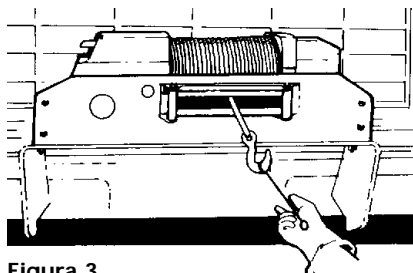

Figura 3
8. MANTÉNGASE ALEJADO DEL CABLE DE ALAMBRE Y DEL GANCHO CUANDO ESTÉ OPERANDO EL CABRESTANTE. NUNCA atraviese el gancho con los dedos cuando enrolle o desenrolle los últimos centímetros de línea. Si sus dedos quedan atrapados en el gancho, podría perderlos. Use la BARRA PROTECTORA PARA MANOS (Figura 3) para guiar el gancho los últimos centímetros. Nunca guíe el cable de alambre con las manos hacia adentro o hacia afuera del tambor.
27. El cable de alambre de su cabrestante Husky 10 tiene una «tira de seguridad» roja de unos 3 metros (10') en cada extremo. La «tira de seguridad» del extremo del cable de alambre que se sujeta al tambor le advierte que el cable está casi completamente afuera. NO use el cabrestante en estos últimos 3 metros de cable, porque el cable y su sujeción NO resistirán una carga pesada. La «tira de seguridad» del extremo del gancho del cable le advierte que el cable está casi totalmente arrollado. SIEMPRE USE LA BARRA PROTECTORA PARA MANOS al manipular el gancho (Figura 3). La pintura roja se desgastará con el uso normal. Cuando esto suceda, usted deberá renovar la pintura roja ya que es una característica de seguridad del cabrestante.